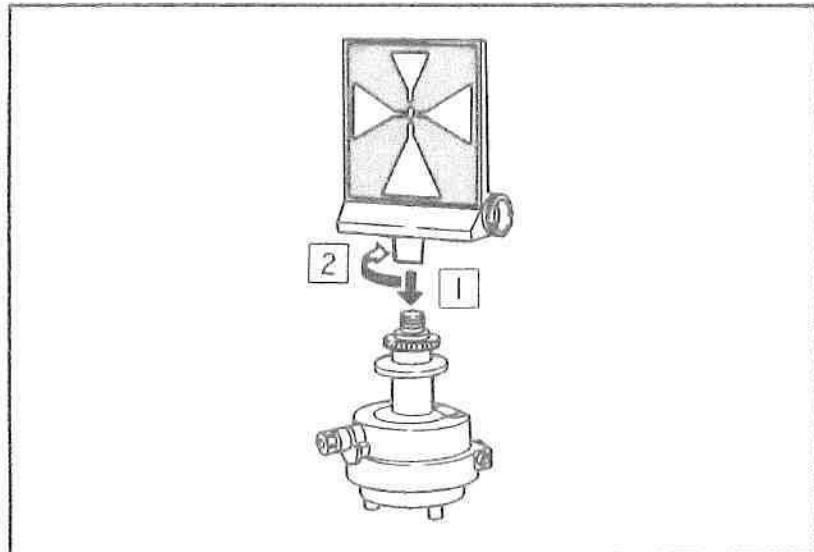

図37
- ①中心の雌ねじを求心アダプタにねじ込んで、パターンをセオドライトの方向に向け、求心アダプタのナットで固定します。(図37)